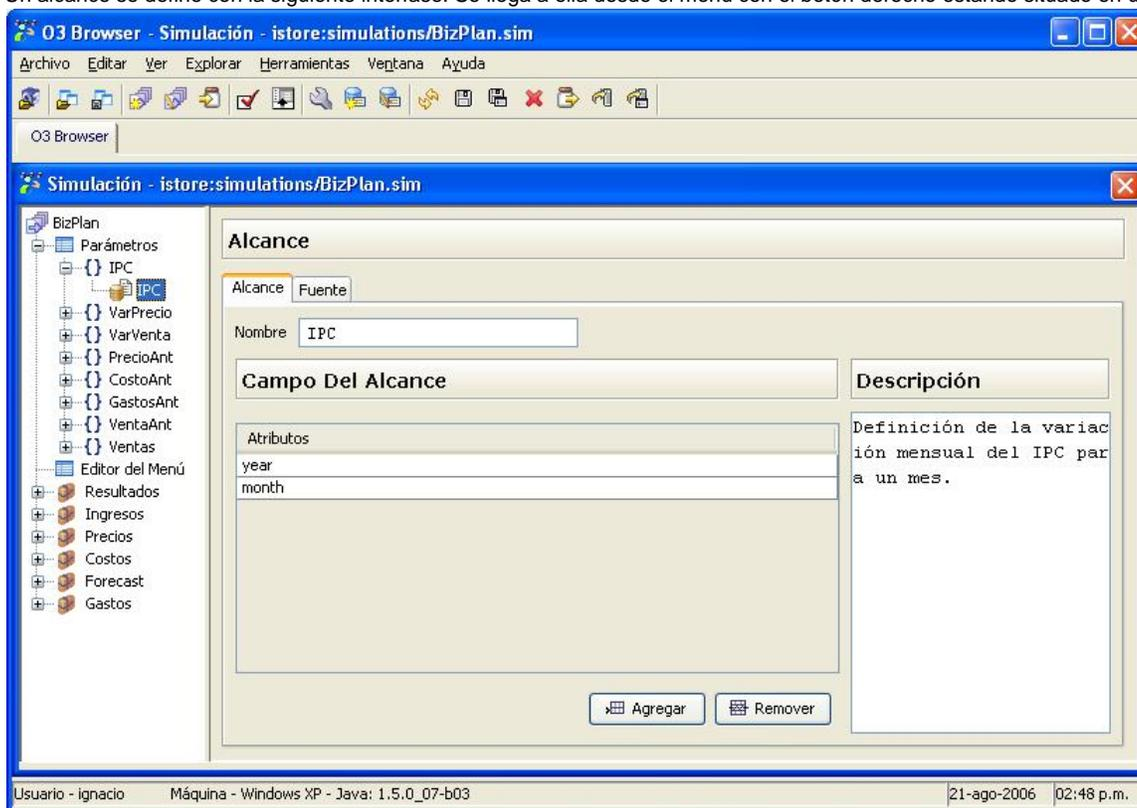
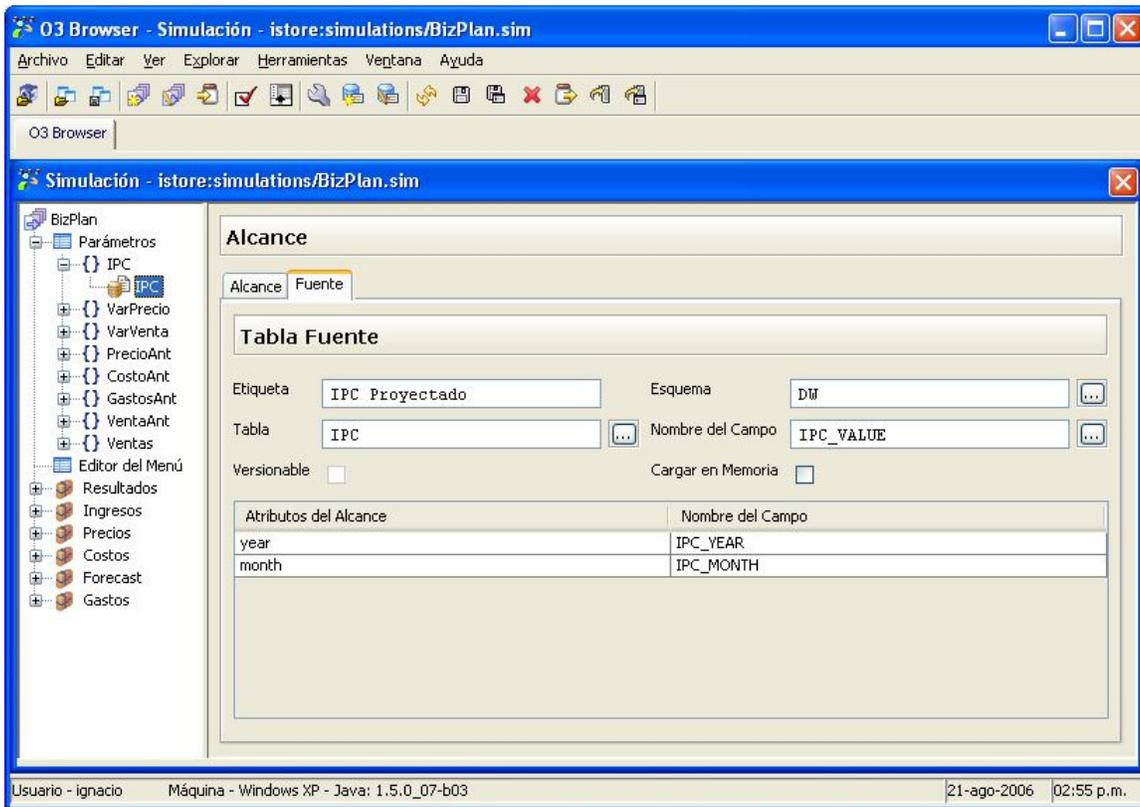

Figura 2: Definición de un alcance
Figura 3: Fuente asociada al parámetro
En la Figura 2 se aprecia que para definir un alcance se provee su nombre, una descripción (opcional) y cada una de las "dimensiones" que son necesarias para considerarlo. En un extremo, el conjunto de las "dimensiones" puede ser vacío y es equivalente a decir que el parámetro no varía en función de ningún aspecto (constante). Considerando el ejemplo inicial del *IPC*, las "dimensiones" que se consideran son *year* (año) y *month* (mes) para modelar que varía para cada mes del año.
El siguiente aspecto relacionado con el tema de alcance es que cada uno se obtiene de una tabla en la base de datos, realizando precisamente una consulta en función de las columnas asociadas a las "dimensiones" en cuestión. La lengüeta *Fuente* que se puede apreciar en la Figura 3 muestra la definición de la referencia a la tabla:
En la Figura 3 se aprecia como el alcance denominado *IPC* (definido en la Figura 2) se obtiene de la tabla *IPC* del esquema *DW* definido en la Metadata. El campo de la tabla que contiene el valor del parámetro es *IPC_VALUE* y los valores de las columnas *IPC_YEAR* e *IPC_MONTH* se obtienen del contexto como *year* y *month* respectivamente. La sentencia SQL asociada a la obtención del valor del parámetro *IPC* es la siguiente:
Supongamos que también se desea agregar un alcance que devuelva el valor promedio para el año, de forma de utilizarlo cuando no se tiene el dato del mes. En esta situación el alcance se ubica posteriormente al de la Figura 3 (para que sea considerado sólo cuando no hay valor para el mes, ver más abajo) y en su definición seguramente aparecerá mencionada otra tabla, que sólo tendrá las columnas *IPC_YEAR* e *IPC_VALUE*.
La Figura 3 también muestra que es posible asociar una etiqueta que se utilizará en los ABMs que se generarán para el parámetro. También sería posible mediante la opción **Cargar en Memoria** que todos los valores de la tabla se cargaran en memoria al comienzo de la simulación, para evitar tener que estar recurriendo a la base de datos cada vez que el parámetro sea utilizado. Cargar en memoria es solamente una optimización y no afecta el valor del parámetro.
1. Todas las "dimensiones" deben tener un valor de forma de poder armar la consulta. Esto es, si *month* no está definido en el ejemplo de la Figura 3 el alcance no es aplicable.